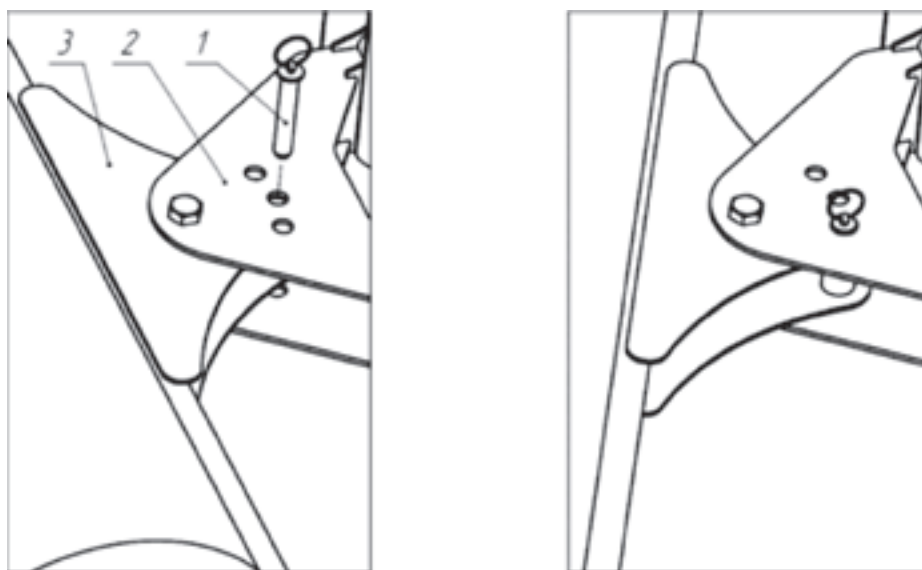

Рисунок 9 – Механическая регулировка угла поворота щетки
- Извлеките стопорный палец поз. 1 (Рис. 9) из технологического отверстия в корпусе подвесного кронштейна поз. 2.